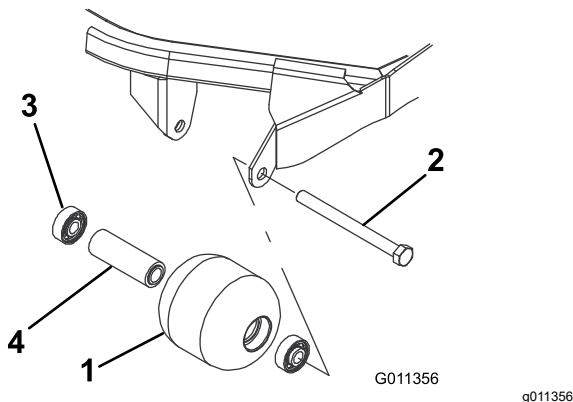

Bild 73
1. Entfernen Sie die Rollenbefestigungsschraube (Bild 73).
4. Prüfen Sie das Rollengehäuse, die Lager und das Distanzstück auf Beschädigungen (Bild 73). Tauschen Sie alle beschädigten Teile aus und bauen Sie alles wieder zusammen.
1. Drücken Sie das erste Lager in das Rollengehäuse (Bild 73). Drücken Sie dabei nur auf den äußeren Ring oder gleichmäßig auf die inneren und äußeren Ringe.
2. Setzen Sie ein Distanzstück ein (Bild 73).
3. Drücken Sie das zweite Lager in das Rollengehäuse (Bild 73). Drücken Sie gleichmäßig auf den inneren und äußeren Ring, bis der innere Ring das Distanzstück berührt.